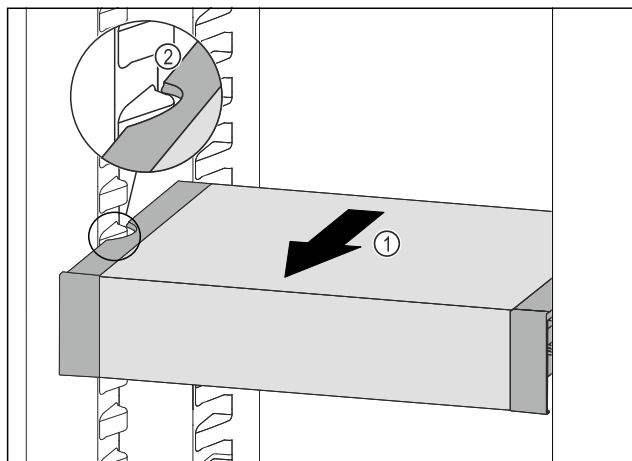

Fig. 115
- VarioSafe ťahajte dopredu Fig. 115 (1), kým sa bočné vybrania VarioSafe nebudú nachádzať vo výške rebra nádoby v chladničke. Fig. 115 (2)